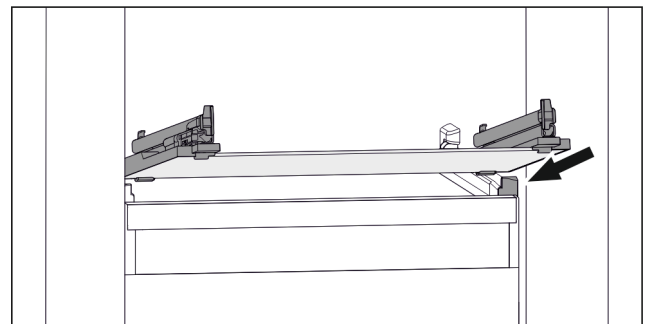

Fig. 54 Beispielhafte Darstellung der Glasplatte
- ▶ Glasplatte schräg hinter den Stopperr aufsetzen. (siehe Fig. 54)